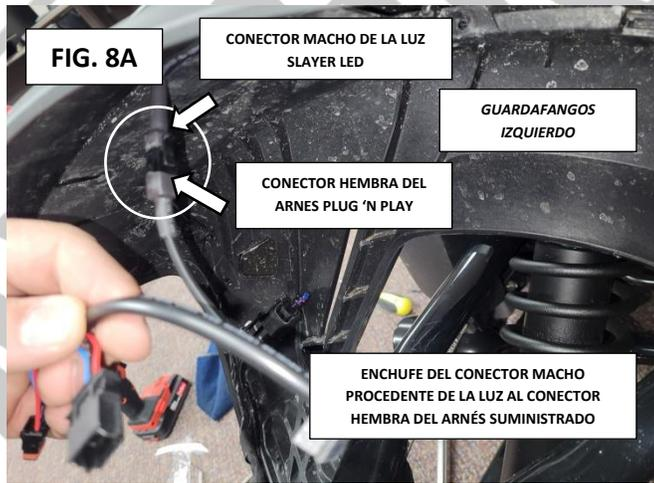

FIG. 8A
- Quite el protector de la cinta de doble cara de la caja del controlador del arnés Plug 'N Play y péguelo en su lugar en la cavidad hueca en la parte interior del guardafangos delantero. Vea la **FIG. 8AB**.
- Enchufe el conector macho del arnés Plug 'N Play en la luz original. (**FIG. 8AB**).
- Enchufe el conector hembra del arnés Plug 'N Play en el conector macho del arnés de luces original. (**FIG. 8AB**).
- Ate todos los cables y con amarres para cables asegúrelos en la cavidad hueca que se muestra en la **FIG. 8AB** y recorte el exceso de los amarres para cables con unas pinzas de corte lateral.
12. Retire uno de los arneses Plug 'N Play de su bolsa. Conecte el conector hembra de 4 cables del arnés de cables Plug 'N Play al extremo macho de la luz LED Slayer que instalo recién en el guardabarros delantero. Vea **FIG. 8A** como referencia.